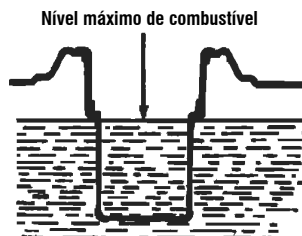

Fig. 11 – Nível máximo de combustível
- Nunca exceda a capacidade do tanque (fig. 11);